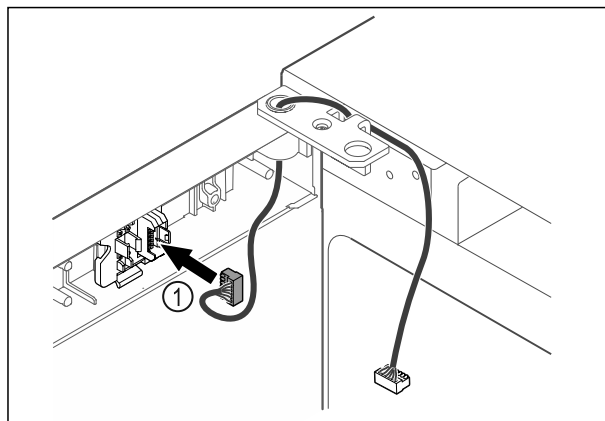

Fig. 64
- ▶ Vtič Fig. 64 (1) vstavite v držala vtiča.